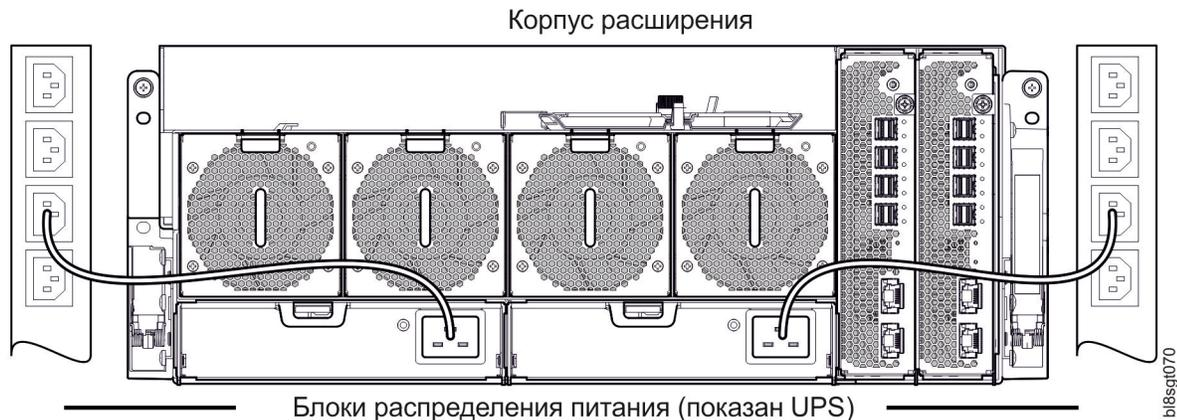

Рисунок 60. Типовое соединение PDU с PSU с помощью кабеля питания переменного тока
- На рис. 60 показано подключение PSU к PDU с помощью разъемов C19.
1. Включите питание системы, соединив PSU и PDU кабелями питания. См. рис. 60 на стр. 60.